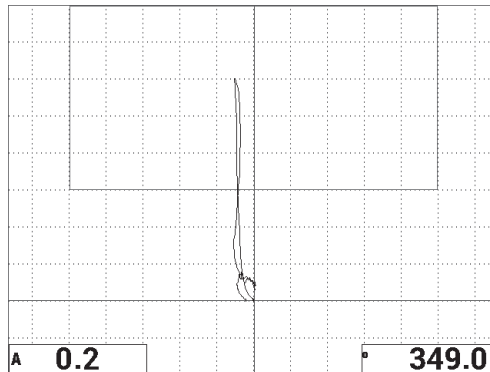

Figure 6-27 Deuxième balayage au-dessus du décollement
7. Balayez de nouveau au-dessus du décollement de 13 mm (voir la Figure 6-27 à la page 153).